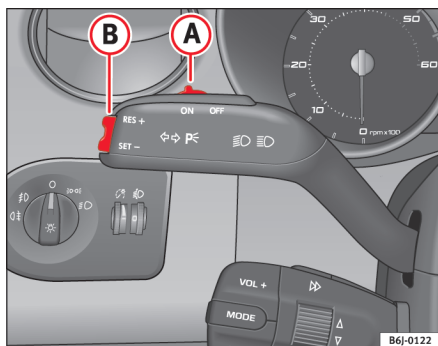

Fig. 103 Manette des clignotants et de l'inverseur codes/phares : commande et touche à bascule du régulateur de vitesse
- Appuyer une fois brièvement sur la partie inférieure **SET** de la commande à bascule ⇒ fig. 103 **B** lorsque la vitesse à mémoriser est atteinte.